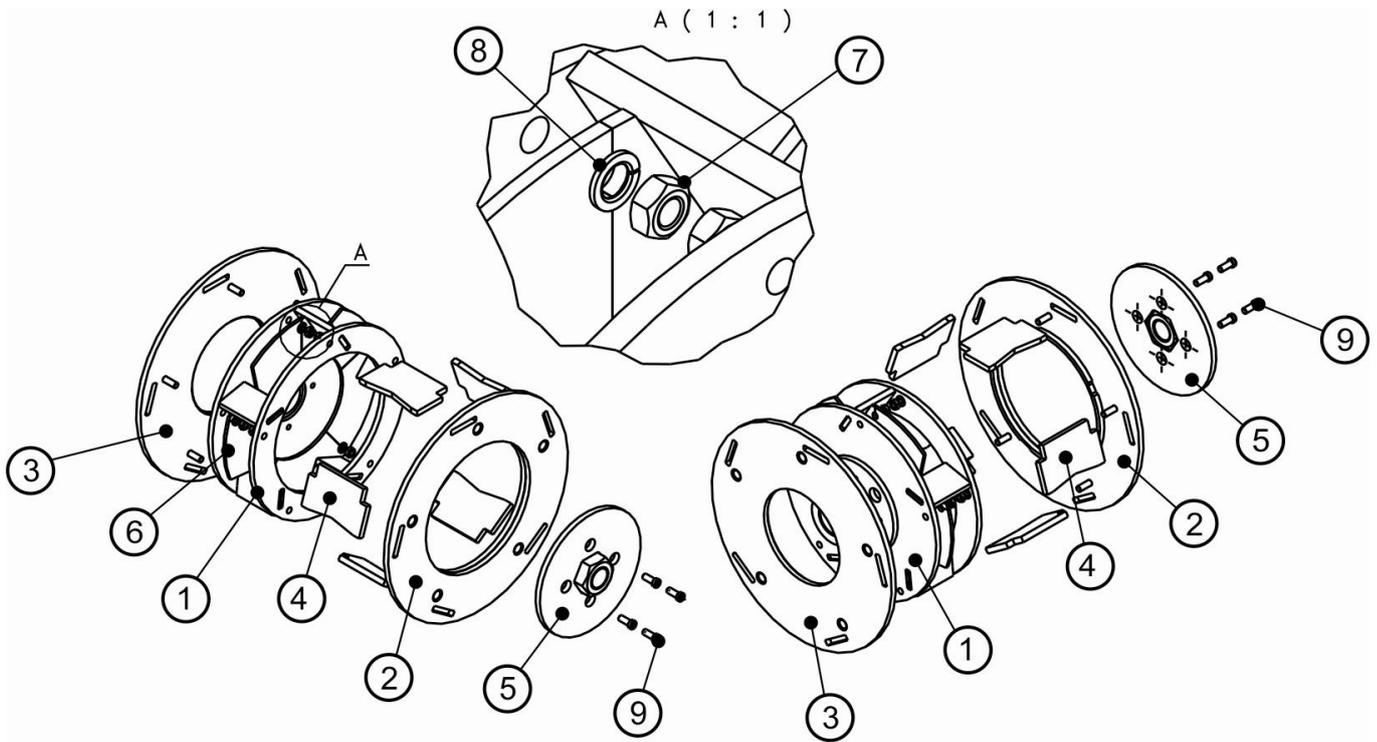

Рис.3 Ротор-ускоритель.
Ротор-ускоритель (Рис.3) состоит из: корпуса ТКА2-02.100 (1) с приварной втулкой, кольца ротора ТКА2-02.200 (2), диска ротора ТКА2-02.300 (3), ускорителей (сменных пластин) ТКА2-02.002 (4), крышки ротора ТКА-12.000 (5), сегментов подкладных ТКА2-02.003 (6).